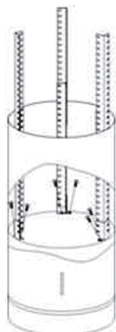

Рис. 4
6. С помощью 6 винтов М4 X 10 прикрепите угловой профиль к корпусу кухонной вытяжки и установите трубу-компенсатор. См. рис. 4/5. Установите внутреннюю вытяжную трубу.